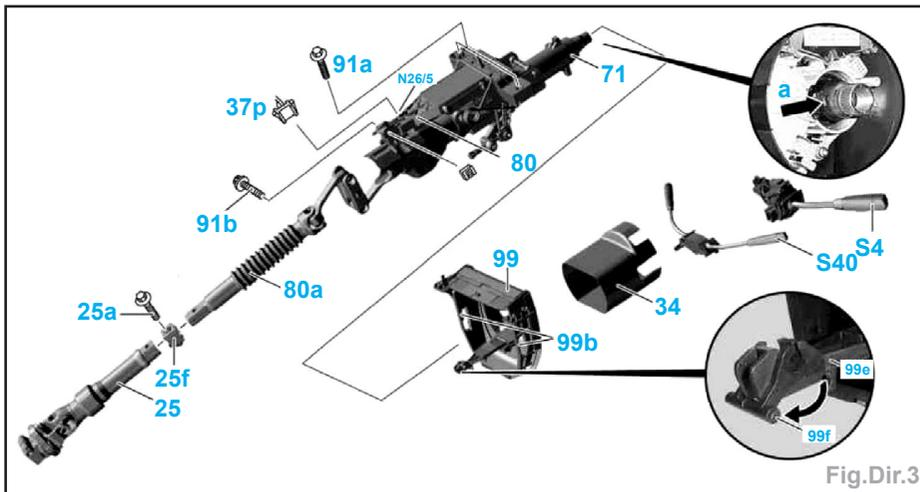

Fig.Dir.3
Nota : nécessaire pour défaire l'accouplement de direction (25) (Fig.Dir.3).